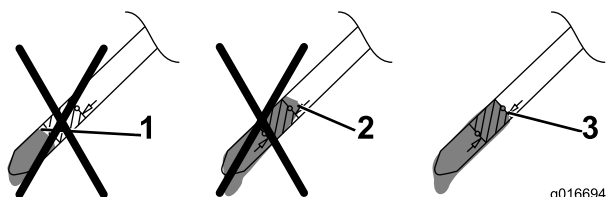

Рисунок 7
5. Выньте щуп и проверьте уровень масла по щупу, см. Рисунок 7.
- Если уровень масла слишком низкий, **медленно** залейте небольшое количество масла в маслозаливную горловину и повторите действия 3 – 5, чтобы масло достигло требуемого уровня, как показано на Рисунок 7.